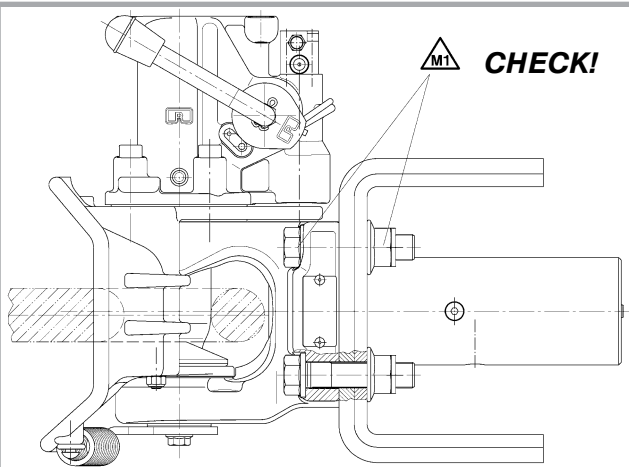

Bild 1
- nach dem Ersteinbau der Anhängerkupplung sind die Befestigungsschrauben zu kontrollieren und gegebenenfalls nachzuziehen! (**Bild 1**) und zu dokumentieren.